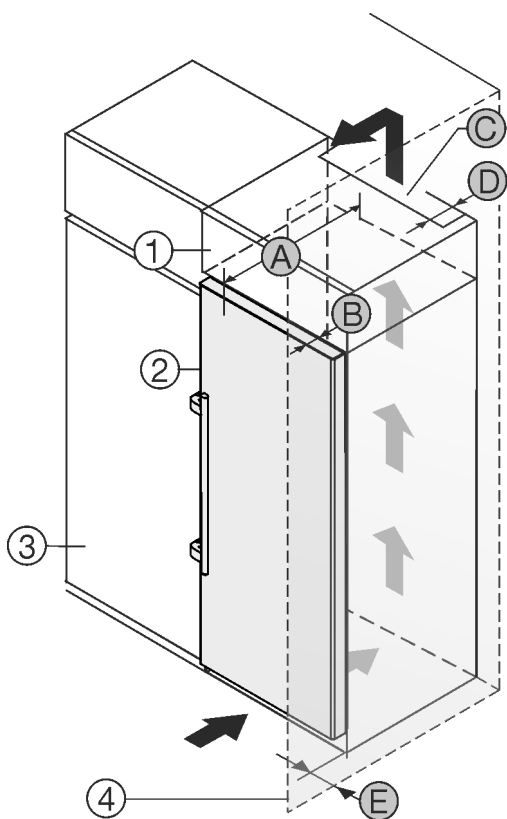

Fig. 2
U kunt het apparaat direct naast de keukenkast *Fig. 2 (3)* opstellen.*
Aan de achterzijde van de opzetkast moet een luchtafvoerkanaal met de diepte *Fig. 2 (D)* over de volledige breedte van de opzetkast aanwezig zijn.*
Onder het plafond moet de ventilatie doorsnede *Fig. 2 (C)* worden aangehouden.*
Als u het apparaat met de scharnieren naast een wand *Fig. 2 (4)* plaatst, moet de afstand tussen het apparaat en de wand minimaal 57 mm bedragen. Dit komt overeen met de uitsteekmaat van de handgreep bij geopende deur.*
Om de deuren volledig te kunnen openen, moet het apparaat overeenkomstig de deurdiepte *Fig. 2 (B)* ten opzichte van het keukenkastfront uitsteken. Afhankelijk van de diepte van de keukenkasten *Fig. 2 (3)* en het gebruik van de wandafstandshouders kan het apparaat verder uitsteken.*